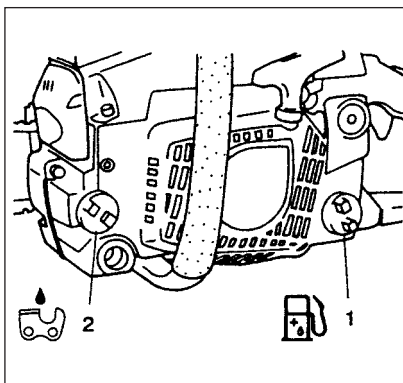

Fig. 2-1B
#### ⚠ ATENCIÓN! (Fig. 2-1B)
#### Aceite para la cadena (Fig. 2-1B)
Al cargar el combustible (1) o el aceite para la cadena (2) en el tanque, deberá colocarse la unidad con la tapa hacia arriba. (Fig. 2-1B)